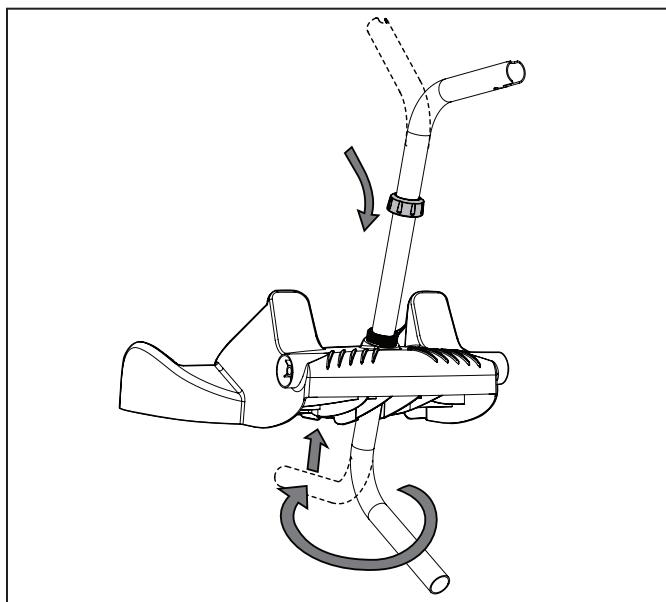

Figura 3. Acople la pieza de metal a la unidad de base
2. Inserte el tubo de la manija de metal en la unidad de base con el extremo de la muesca en la parte superior; luego hágalo girar para que la parte curva quede alejada de usted. (Figura 3).
3. Empuje hacia abajo la unidad de base (Figura 3), para que la manija de metal quede asentada en la hendidura de la parte inferior de la base.